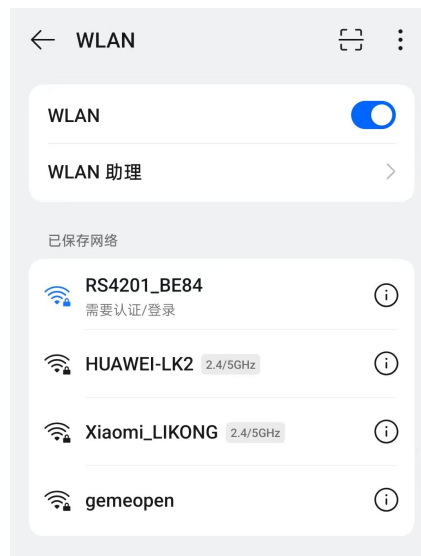

图 6.2
1、给集线器通电后会自动开启一个名为“RS4201\_XXXX”的 WIFI 热点，如图 6.2。此热点 30 分钟后会自动关闭，务必在 30 分钟内完成所有配置。